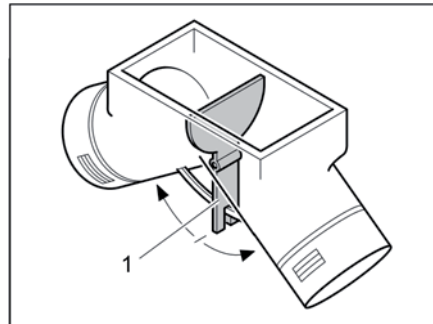

Fig. 112 Ventilateur à air pulsé, vanne de réglage en position intermédiaire
En position intermédiaire, l'air chaud se répartit uniformément sur les deux sorties à air chaud. Le levier de commande (Fig. 112,1) pour la vanne de réglage est installé sous le portillon de la penderie.
- Pousser le levier de commande (Fig. 112,1) dans le sens de la flèche jusqu'à obtention de la position désirée.